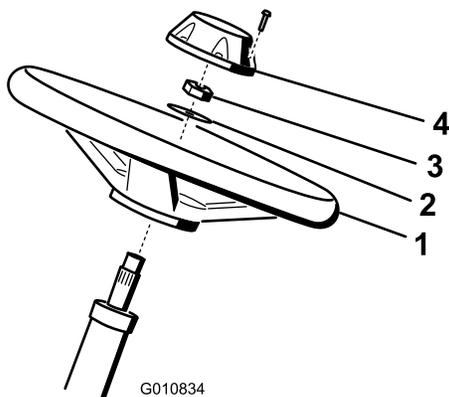

Figura 6
1. Deslice el volante sobre la columna de dirección (Figura 6).
2. Deslice la arandela sobre la columna de dirección (Figura 6).
3. Sujete el volante a la columna con una contratuerca y apriétela a 27 – 35 N·m (20 – 26 pies-libra) (Figura 6).
4. Sujete la tapa al volante con 6 pernos (Figura 6).